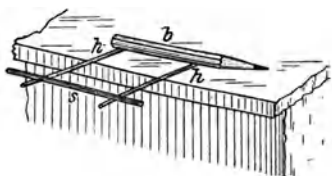

Fig. 141.
l) Lege auf das Fensterbrett zwei Holzstäbchen *h* (Fig. 141) und quer darüber hinten einen Bleistift *b* und vorn in den hellen Sonnenschein eine glänzende Stricknadel *s*. Stelle dich mindestens 120 cm davon entfernt auf, halte die Kante des Prismas parallel zur Nadel und betrachte sie durch das Prisma. Wie viele schwarze Linien siehst du und in welchen Farben liegen sie? *Fraunhofersche Linien.*